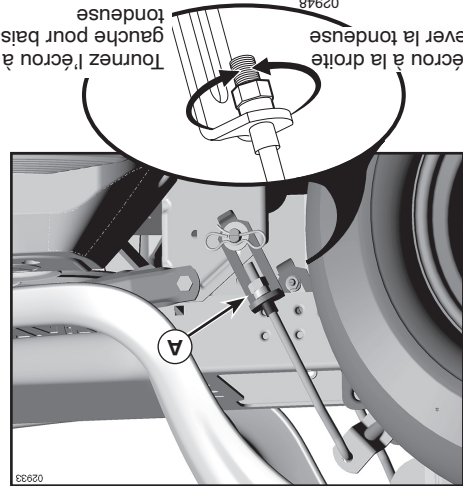

FIG. 28
- AJUSTEMENT LATÉRAL VISUEL (Voir la Fig. 28)
- À l'aide d'une clé ajustable ou de 3/4», tournez l'écrou de réglage de la biellette de levage (A) vers la gauche pour abaisser la tondeuse, ou vers la droite pour la soulever.